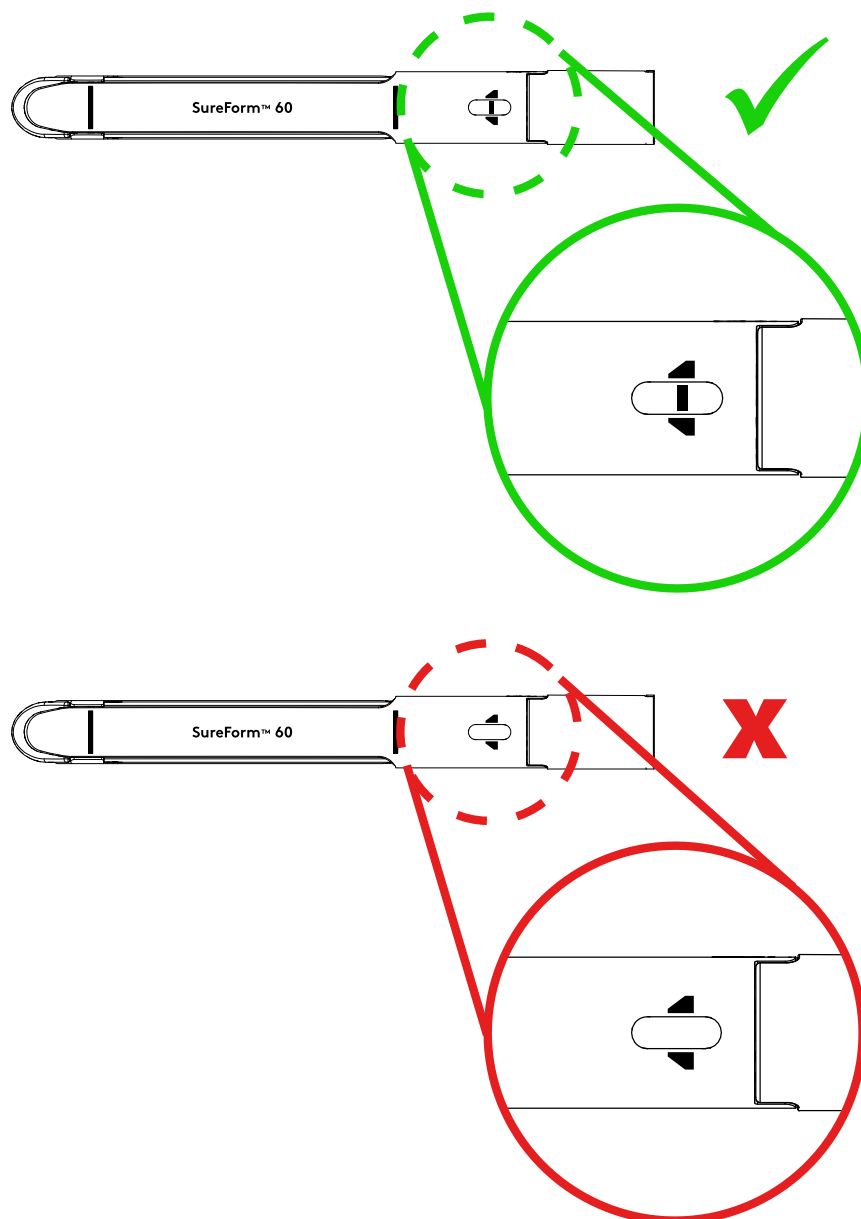

Figura 3.11 Verifique a Posição da Marca I
3. Se a parte de cima da mandíbula superior estiver visível, continue girando o Botão de Liberação Manual até que a marca I tenha retornado à posição inicial, o que indica que as mandíbulas estão totalmente abertas. Consulte a Figura 3.11.